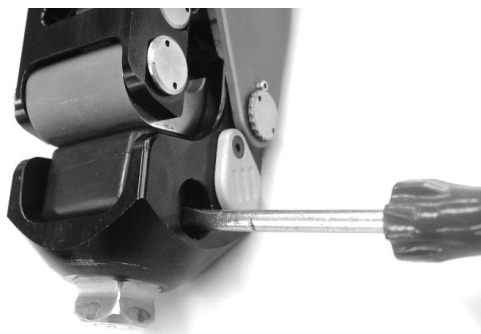

Fig.3 Rimuovere ammortizzatore
- Come da Fig. 3 spingere l'ammortizzatore verso l'esterno utilizzando un cacciavite a testa piatta facendolo passare dal foro laterale. Durante questa operazione la vite di regolazione della flessione deve essere in posizione di minima durezza.